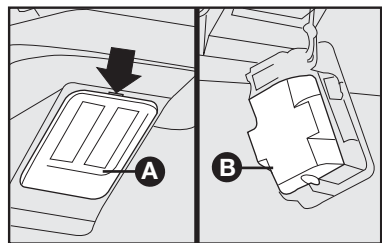

fig. 71
- 1) remover a lente transparente **A-fig. 71** forçando com uma chave de fenda no ponto indicado pela seta.